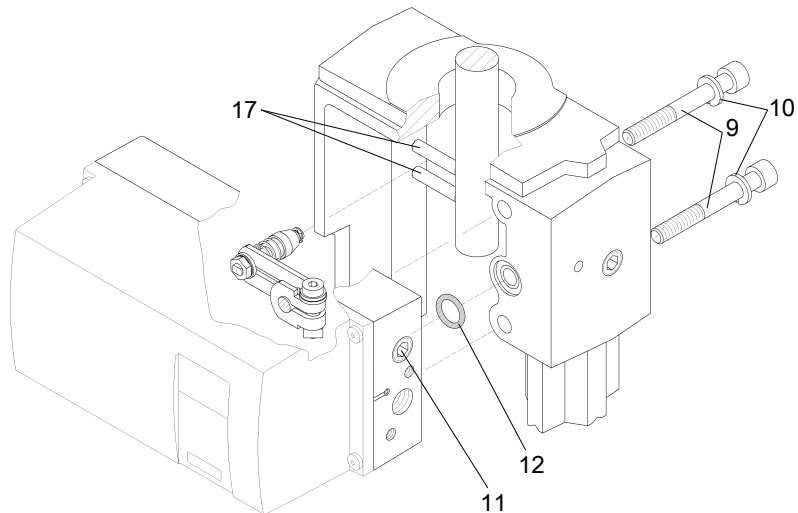

图 11: 执行机构上定位器的安装
5. 图 11：使用封闭螺丝（11）密封调节压力输出端。若装有排气密封系统，则移除排气降噪器并进行密封。